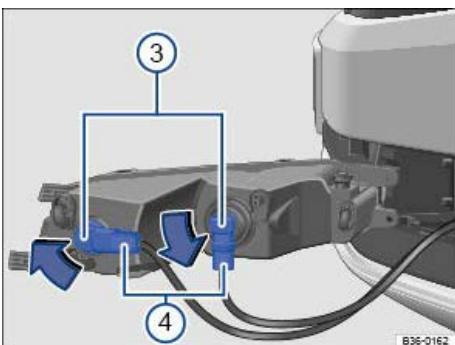

Abb. 312 Glühlampe im Scheinwerfer auswechseln.
4. Den Scheinwerfer nach vorn aus dem Stoßfänger ziehen ⇒ Abb. 312 .
5. Anschlussstecker ⇒ Abb. 312 (4) der ausgefallenen Glühlampe entriegeln und abziehen.
6. Glühlampe ⇒ Abb. 312 (3) zum Entriegeln in Pfeilrichtung drehen und aus dem Scheinwerfer herausnehmen.
8. Glühlampe ⇒ Abb. 312 (3) in den Scheinwerfer einsetzen und bis zum Anschlag entgegen der Pfeilrichtung ⇒ Abb. 312 in die ursprüngliche Position drehen.
10. Anschlussstecker ⇒ Abb. 312 (4) auf die Glühlampe stecken, bis er hörbar einrastet.